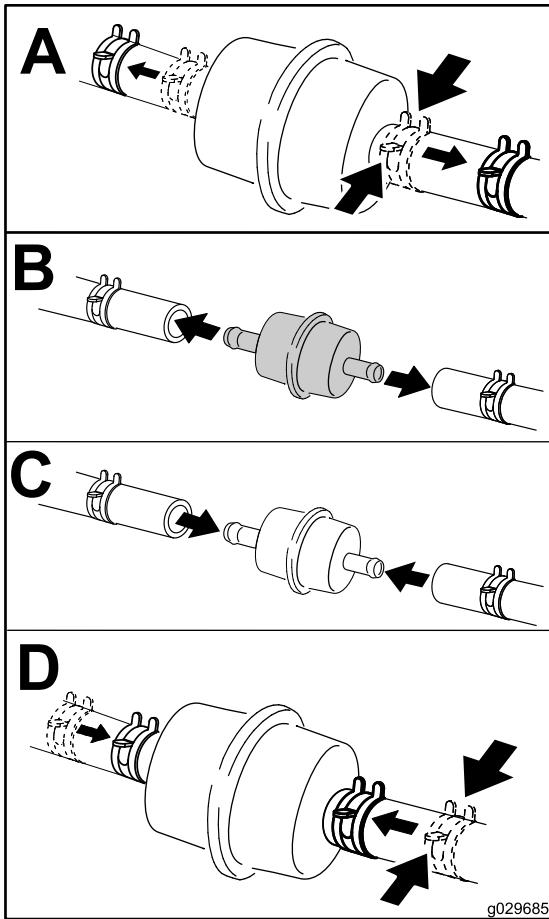

Figura 56
4. Cambie el filtro de combustible (Figura 56).